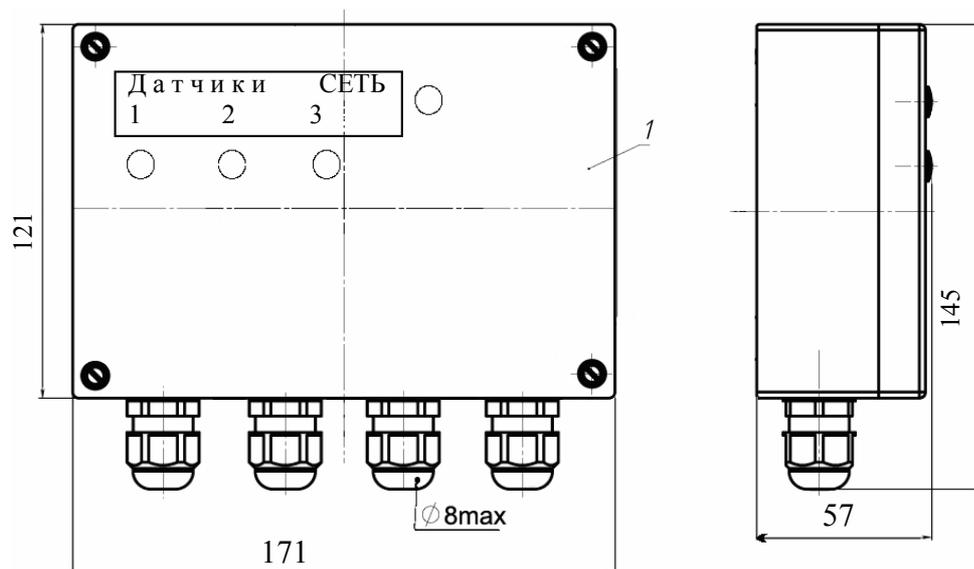

Рис.2. Габаритные размеры передающего преобразователя РОС 301.
2.1.2.10 Снимаемая при монтаже и регулировании крышка поз. 1 (рис.2) передающего преобразователя должна быть установлена на место.
По окончании работ крышку поз. 1 (рис.2) передающего преобразователя установить на место.